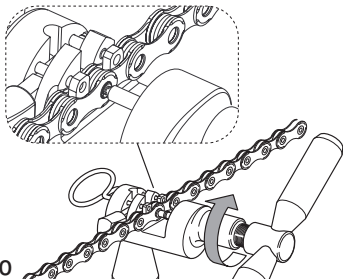

図20
- 工具のハンドルを回し、コネク・ピン ウルトラ・リンク™ 5-CN-SR700 の飛び出した端の部分に、工具のチップ・ピンを当てます。その後、ハンドルを約4分の3回転させ、端の部分が変形するまで、適度な力を加えます (図20)。